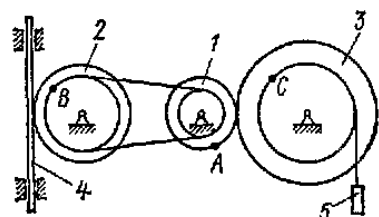

Рис. 8.1
8.4. Механизм состоит из ступенчатых колес 1 – 3, находящихся в зацеплении или связанных ременной передачей, зубчатой рейки 4 и груза 5, привязанного к концу нити, намотанной на одно из колес (рис. 8.1 – 8.6, таблица 8.1). Радиусы ступеней колес равны соответственно: у колеса 1 – $r_1 = 3$ см, $R_1 = 6$ см, у колеса 2 – $r_2 = 8$ см, $R_2 = 12$ см, у колеса 3 – $r_3 = 15$ см, $R_3 = 20$ см. На ободьях колес расположены точки A, B и C.